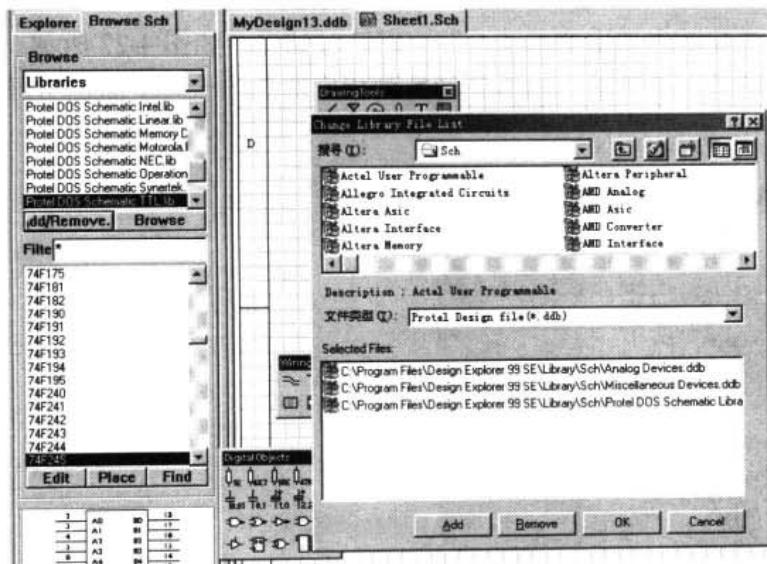
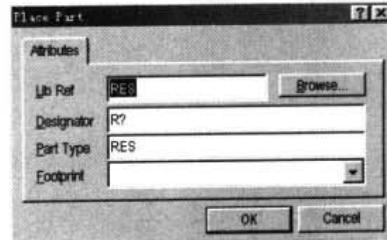

图 4-18 选择 Protel Dos Schematic TTL.lib 元件库
图 4-19 Place Part (放置元件) 属性对话框
- (1) 首先单击 Browse 选项区域下 Add|Remove 按钮，增加所要使用的元件库，如图 4-18 所示。
- (2) 单击电路绘图工具栏 Place Part（放置元件）按钮 ，或执行菜单命令 Place|Part，或按下 Alt+P+P 键，即进入放置元件状态。
- (3) 系统弹出如图 4-19 所示的 Place Part 属性对话框，就可在 Lib Ref 文本框中输入确切的元件名（不能包含通配符，如星号“\*”和问号“？”）。例如，输入与非门 74LS03，Designator（元件编号）栏中的“U?”便为默认编号即没有编号。一般地说，集成电路的默认编号为“U?”，电阻的默认编号为“R?”，电容的默认编号为“C?”。如果使用系统编号，就不用更改它，系统会自动按放置顺序进行编号，只要在 Part Type（元件的类型）栏中输入 74LS03，Footprint（元件的封装）栏中输入 DIP-20，
- (6) 移动鼠标到适当位置, 单击鼠标左键或按 Enter 键, 确定元件放置位置。
(7) 此时系统仍然处于放置元件状态, 并弹出如图 4-19 所示的输入元件名对话框, 便可继续按照上面的方法放置其他元件。